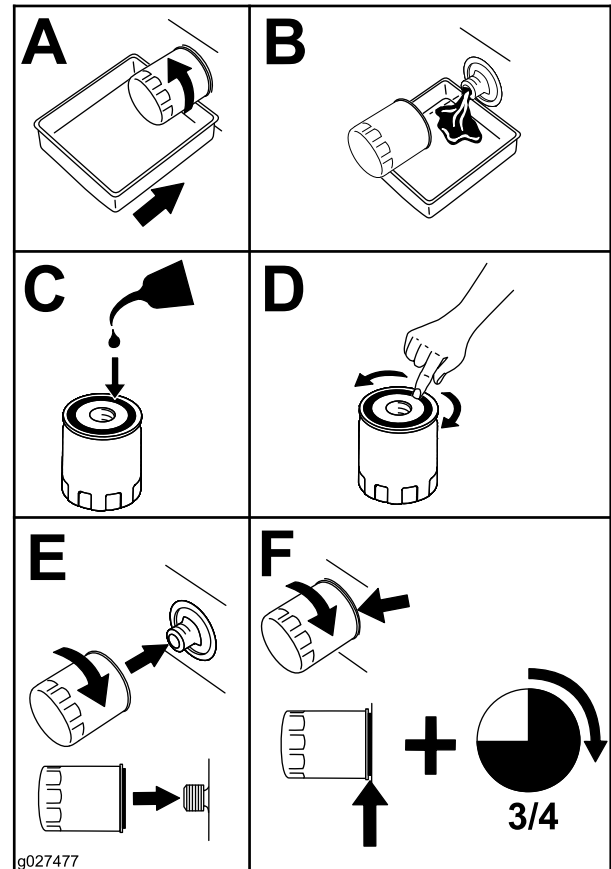

Figura 54
2. Cambiate il filtro dell'olio del motore (Figura 54).